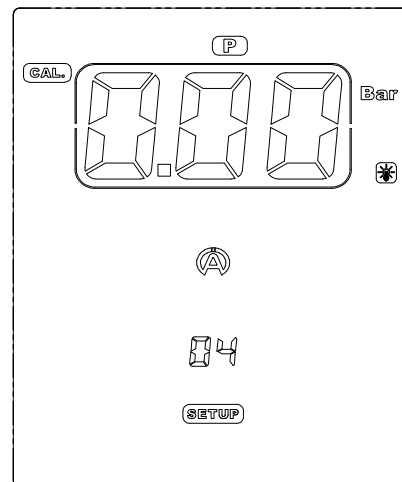

Figure 18
- 2) Pressez le bouton central **Ok** pour calibrer le capteur de pression et sortir du menu (figure 18).